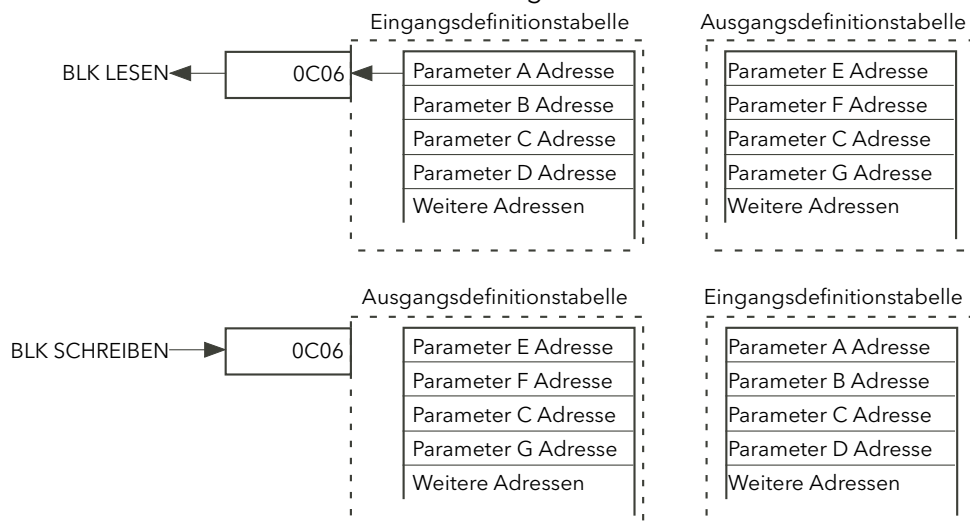

Abbildung 7.5c Block Lesen und Block Schreiben (Anmerkung 3)
3. Nur für Modbus: Wie Sie in Abbildung 7.5c sehen, greifen sowohl „Block Lesen“ als auch „Block Schreiben“ auf den selben Speicherplatz zu (0C06), der auf die entsprechende Eingangs- oder Ausgangsdefinitionstabelle „verweist“ (je nachdem, ob Lesen oder Schreiben angefragt ist). Wird ein Wert zu einem Parameter an einer bestimmten Stelle der Ausgangsdefinitionstabelle geschrieben, und der Wert des Parameters an gleicher Stelle der Eingangsdefinitionstabelle wird dann gelesen, unterscheiden sich beide Werte. Dies kommt daher, dass die Position eines Parameters in der Eingangstabelle nicht unbedingt mit der Position des Parameters in der Ausgangstabelle übereinstimmt (außer Sie haben den selben Parameter in beiden Tabellen an gleicher Stelle positioniert).